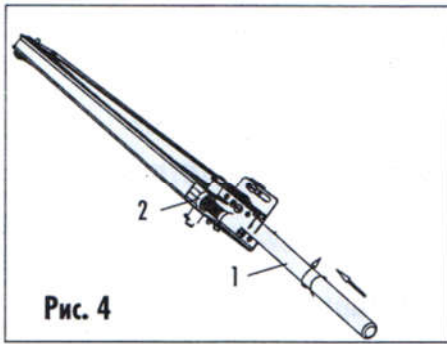

Рис. 4
3. Прикрутите цилиндр (1) к держателю цилиндра, как показано на рис. 4.